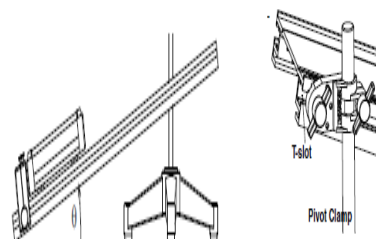

Fig.4
1. Incliner le banc d'un angle de 10° à l'aide de support (voir figure 4).